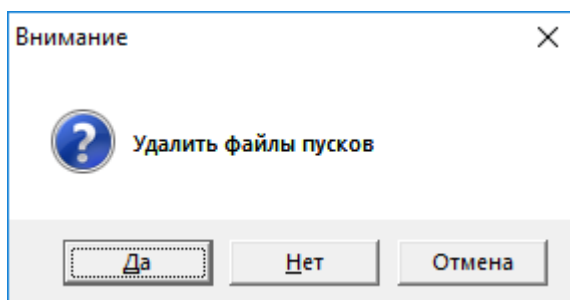

Рисунок 25 – Предупреждающее окно команды «Удалить файлы пусков»
- Рисунок 25 – Предупреждающее окно команды «Удалить файлы пусков»